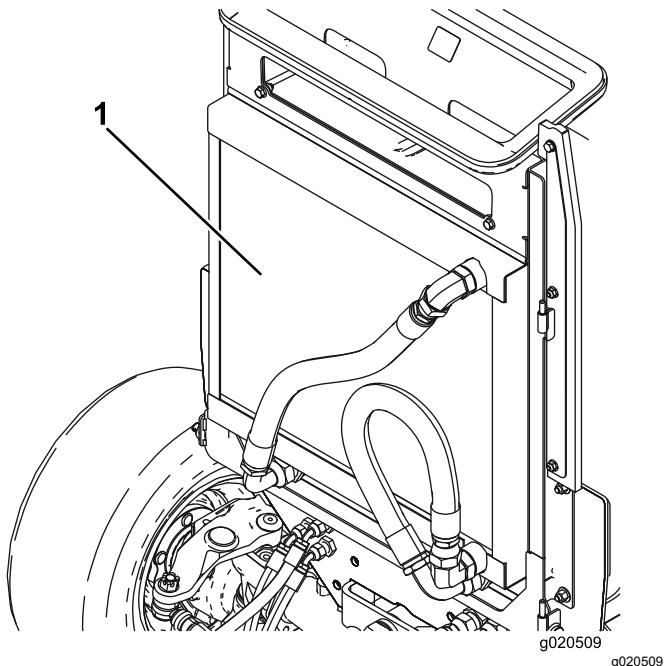

Figure 79
- Nettoyez soigneusement les deux côtés du refroidisseur d'huile et du radiateur à l'air comprimé (Figure 79).